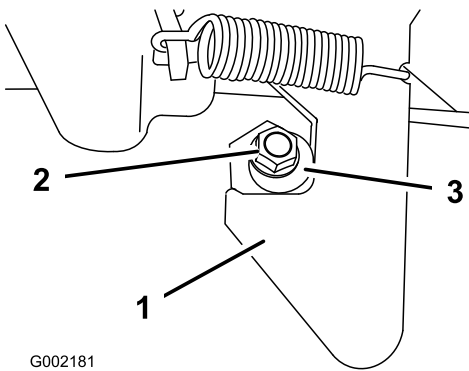

図 20
1. ラッチポストの端についているナット図 20 をゆるめる。